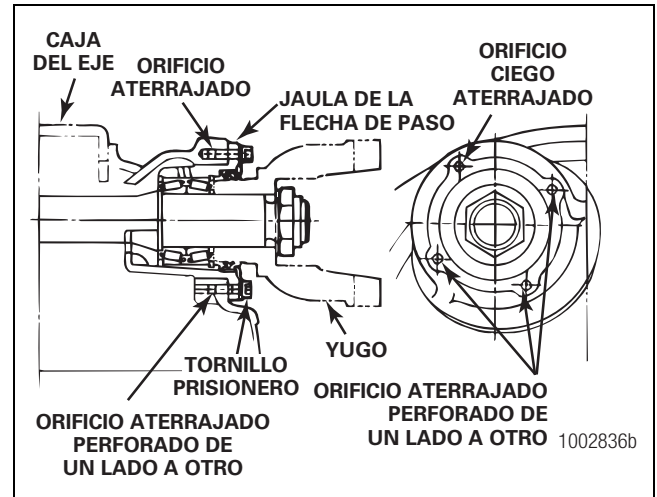

Figura 5.120
9. Aplique un cordón de 0.25 de pulgada (6 mm) de sellador Loctite® 518 en los orificios aterrajados perforados de un lado a otro ubicados en las posiciones de las dos, las cinco y las ocho del reloj. Figura 5.120.